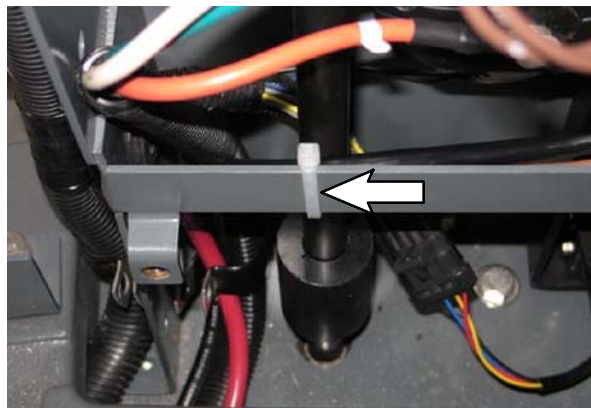

ABB. 39
13. Befestigen Sie den Kabelbaum mit einem Kabelbinder am unteren Querträger des Lenkkanals und damit außer Reichweite des Lenkschafts (1). (Abb. 39)